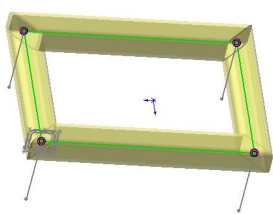

图 9-4 选择草图实体
(2) 单击【焊件】工具栏中的【结构构件】按钮或者选择【插入】|【焊件】|【结构构件】菜单命令，系统打开【结构构件】属性管理器。在【选择】选项组中，设置【标准】、【类型】和【大小】参数，单击【路径线段】选择框，在图形区域选择一组草图实体，如图 9-4 所示，单击【确定】按钮，消除路径线段的选择并生成额外的结构构件。